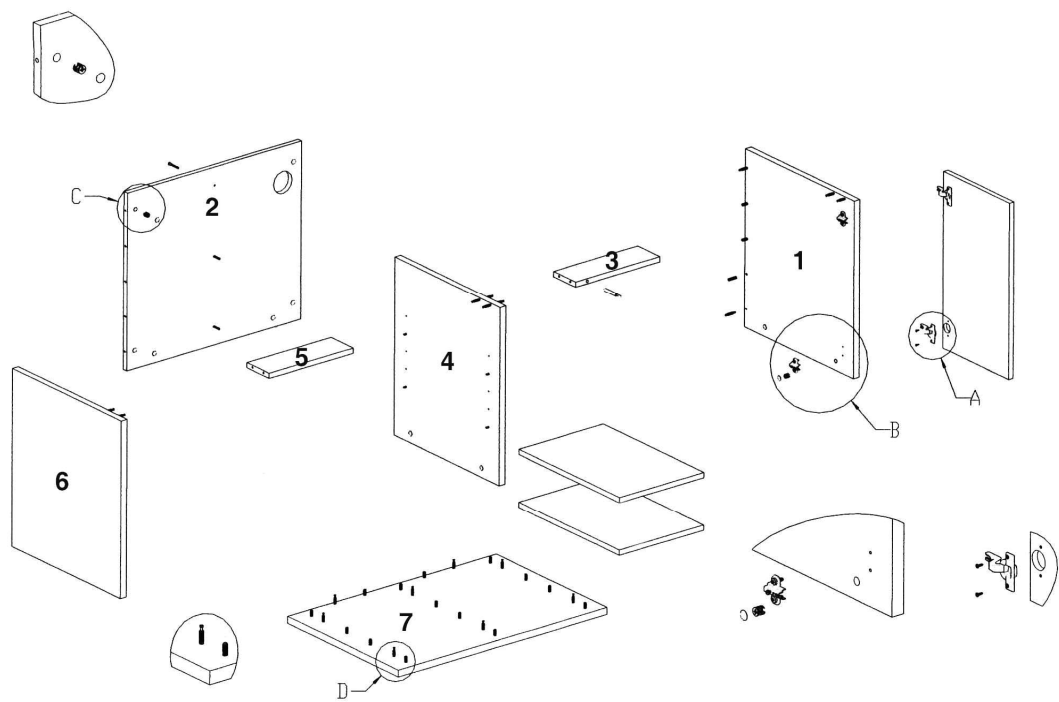

Abb. 1: Schrank
2. Aufbau des Unterschrankes (siehe Abb. 1)